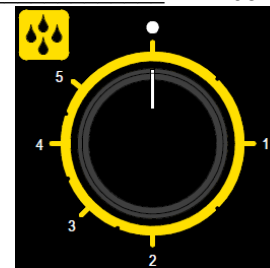

Рис. 5
**Программирование количества пара** – Чтобы произвести пар во время работы печи (рабочая камера горячая), повернуть рукоятку автоматического увлажнения (Рис. 5) в соответствии с желаемым значением (от 1 до 5). Поворачивая рукоятку на позицию • (выключено) увлажнение перестает действовать.